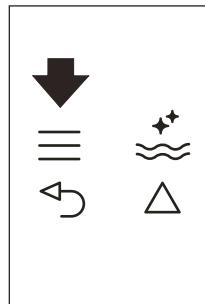
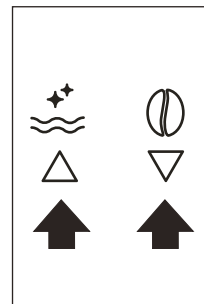

Abb.22
Abb. 9
- ▶ Drücken Sie das ≡ Symbol (B2)), um das Menü aufzurufen (Abb. 22), dann drücken Sie die Symbole △ ▽ (B7) und (B8) (Abb. 9) bis „CAPPUCCINO PROGRAMMIEREN“ erscheint.
- ▶ Drücken Sie das $\equiv$ Symbol (B2), um das Menü aufzurufen (Abb. 22) oder drücken Sie die Symbole $\triangle \nabla$ (B7) und (B8) (Abb. 9) bis „CAPPUCCINO PROGRAMMIEREN“ erscheint.
- ▶ Drücken Sie das $\circ\kappa$ Symbol (B9), um zu bestätigen, dann die Symbole $\triangle \nabla$ (B7) und (B8) (Abb. 22), bis „KAFFEE F. CAPPUCCINO“ angezeigt wird.